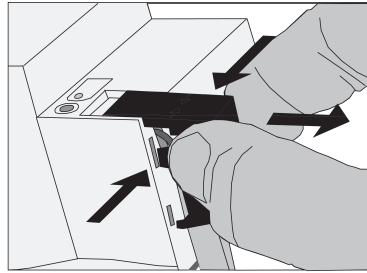

Imagen 8: Retirar la tapa
- Presionar la tapa lateralmente y tirar (Imagen 8).